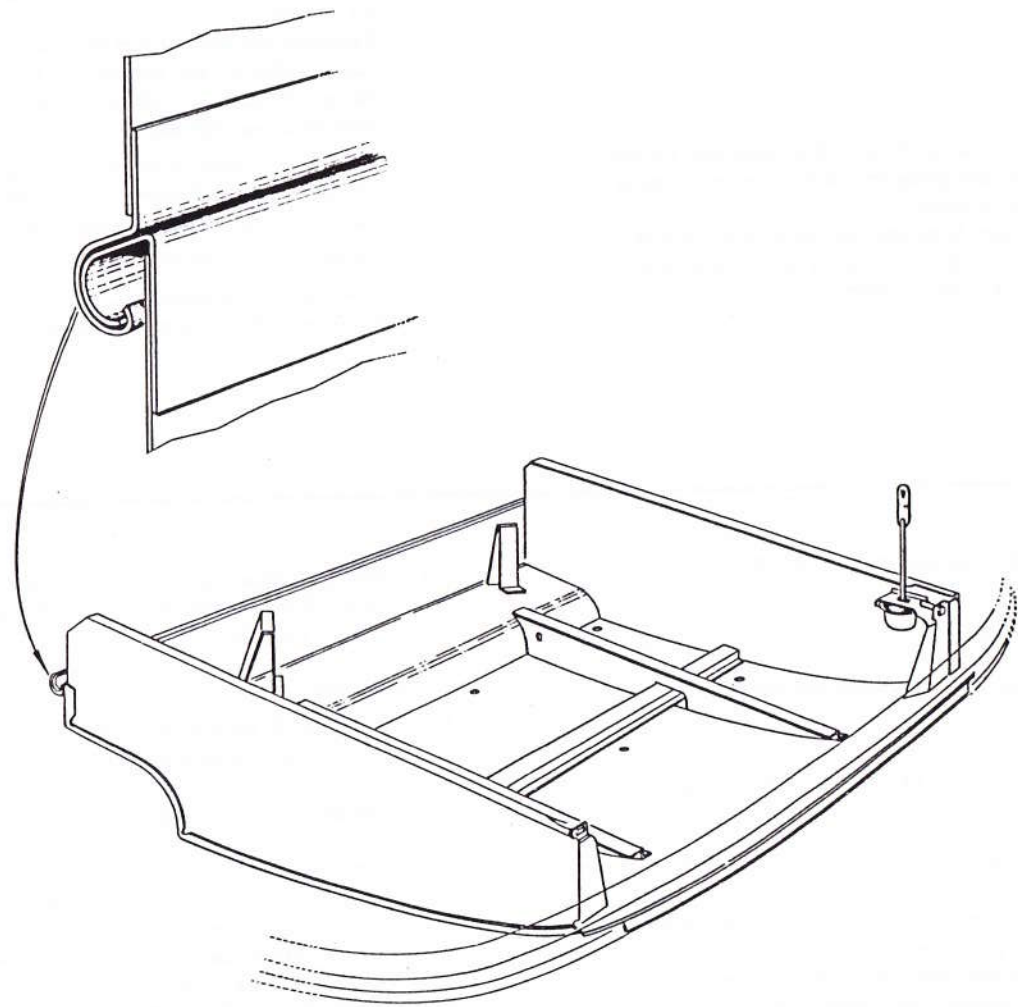

Fig. 30
8480 - DEPOSE et POSE d'un COFFRE de ROUE de SECOURS - (Fig. 30)
- 4) Présenter le coffre en position presque verticale, position permettant l'assemblage des deux parties de la charnière (Fig. 30), puis engager les deux tiges de retenue sur les axes des serrures. Poser les deux clips.